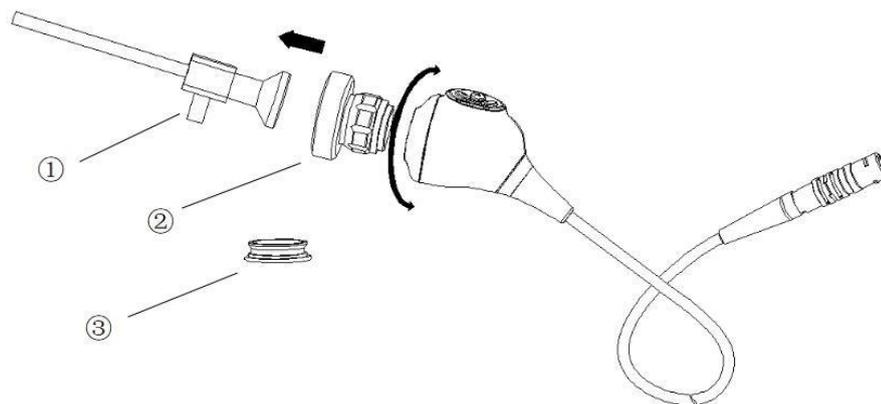

Figura 3-4 Diagrama de conexão do conector da câmera e da interface do painel frontal
(2) Remova a tampa protetora da lente da câmera e instale a interface óptica e o endoscópio (selecione o tipo apropriado de espelho de acordo com a cena). Conforme mostrado na Figura 3-4.